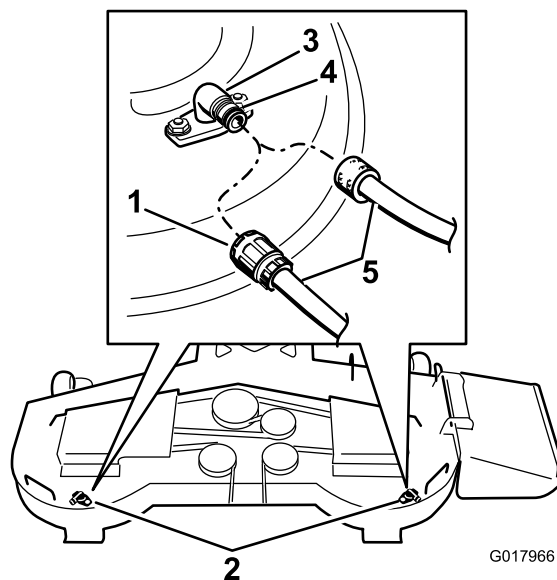

Bild 76
3. Montieren Sie die Schlauchkupplung auf die Kupplung am Mähwerk-Spülanschluss und drehen Sie das Wasser mit starkem Druck auf (Bild 76).